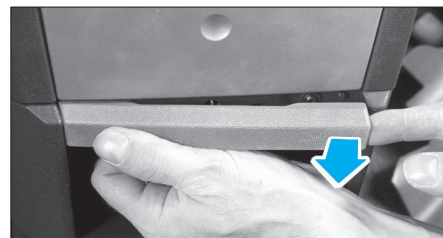

FIG. 6
- le cache sous le cendrier (Fig.6).